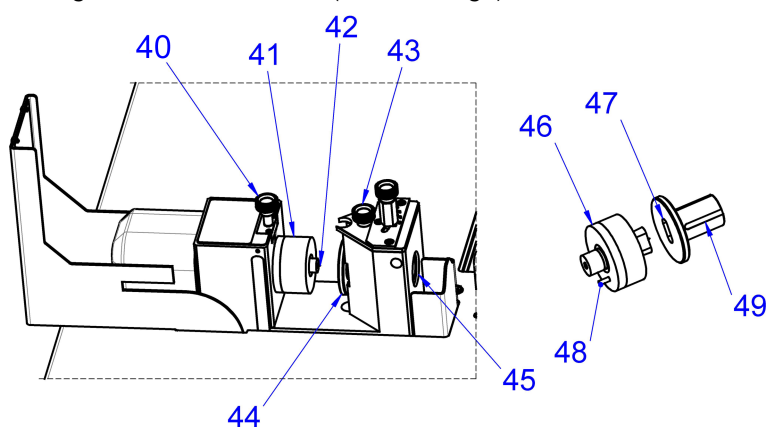

Bild 7: Hålstansa strömskenor
Koppar- eller aluminiumskenor hålstansas med hjälp av en stans (bild 7, 41) och tillhörande matris (bild 7, 44). Långhålsstansen och -matriserna har extra stift (bild 7, 48) eller spår (bild 7, 49) som underlättar positionering med rätt vinkel.
- Sätt i hålmatisen (bild 7, 44) i maskinstommen och fixera med låsskraven (bild 7, 43). När en långhålmatis används ska det passande spåret (bild 7, 49) peka uppåt.
- Sätt i stansen med neoprenavstrykare (bild 7, 41) i verktygsfästet i lastkolven och fixera med låsskraven (bild 7, 40). För långhålsstansen (bild 7, 46) måste
man säkerställa att positioneringsstiftet (bild 7, 48) sitter korrekt i det passande hålet i lastkolven och att långhålets riktning stämmer överens med matrisen.
- Sätt stansens centreringsspets (bild 7, 42) direkt vid kornarpunkten Därigenom kan ett exakt hålmönster stansas.